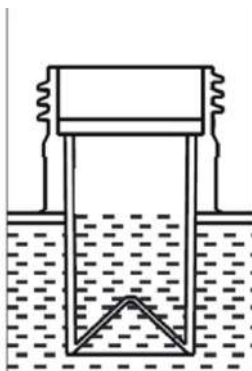

fig. 8
- Vérifier visuellement le niveau de carburant. Voir fig. 8